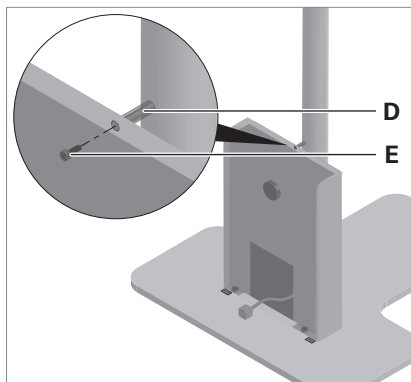

Fig. 3: Fissare la bussola.
- Collocare la bussola **D** tra l'unità di alimentazione e il tubo di sostegno e fissare l'unità di alimentazione mediante la vite **E** fornita in dotazione, vedi Fig. 3.